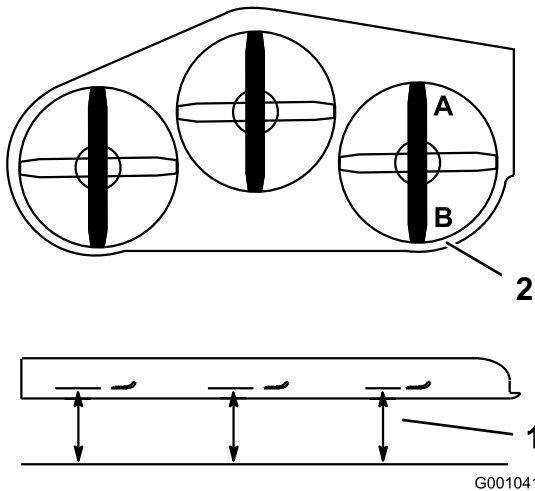

Bild 95
2. Stellen Sie 1 Messer in Längsrichtung. Messen Sie an den Stellen **A** und **B** von einer ebenen Oberfläche bis zur Schnittkante der Messerspitzen (**Bild 95**).